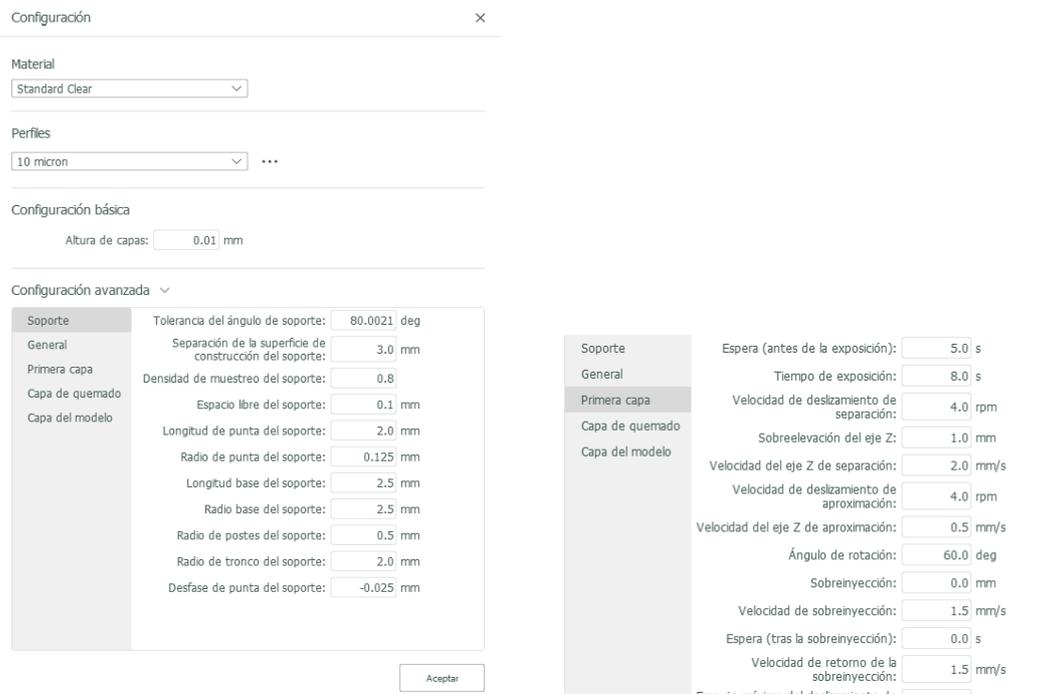

Ilustración 277. Configuración avanzada sobre los parámetros de impresión en Print Studio. Entorno Impresión 3D. Fuente. Elaboración propia.
2. El acceso a la configuración avanzada de impresión se encuentra a través del icono  de la interfaz de inicio, que se muestra en la *Ilustración 277*.